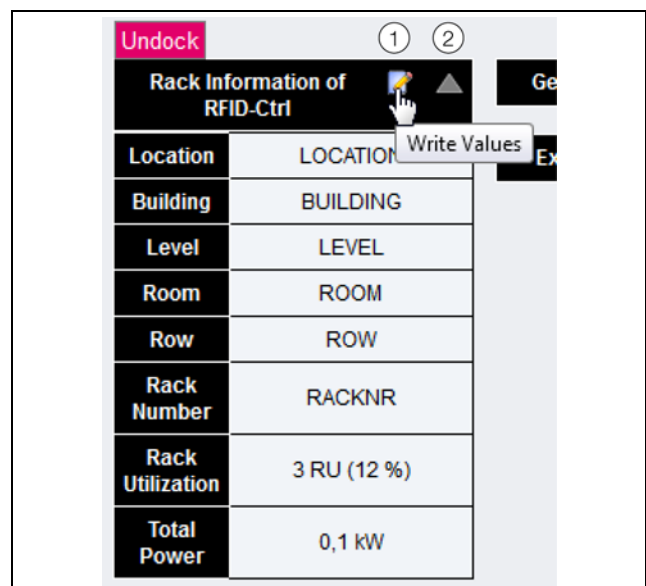

Рис. 15: Изменение настроек в графическом представлении
■ Наведите курсор мыши на символ "Edit", курсор мыши изменится на изображение руки (рис. 15, поз. 1).
■ Нажмите на символ в форме треугольника справа рядом с символом "Edit", чтобы открыть или закрыть соответствующий раздел (рис. 15, поз. 2).